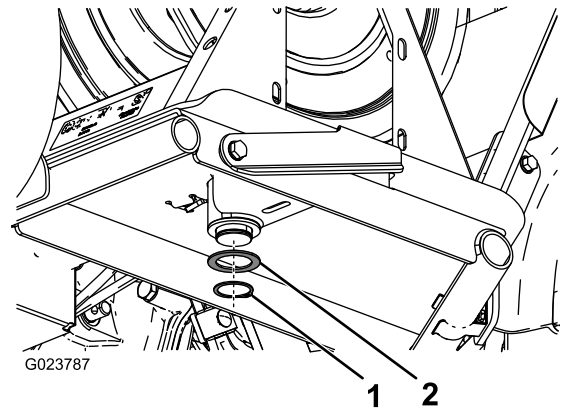

图 10
4. 在软管卷支撑架的下面将止推垫圈和卡环装在转盘柱上图 10。